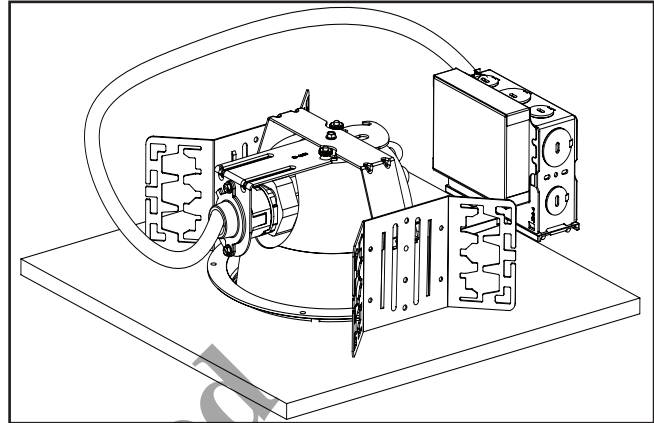

Figure 1.
2. N'utilisez pas cet équipement à d'autres fins que celles prévues (Figure 1).